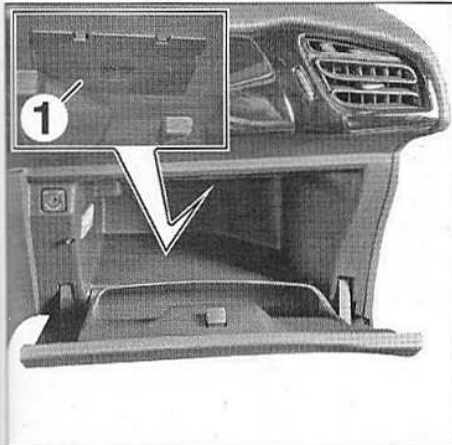

FIG.3
- Dans la boîte à gants, déposer la garniture supérieure (1) (Fig.3).